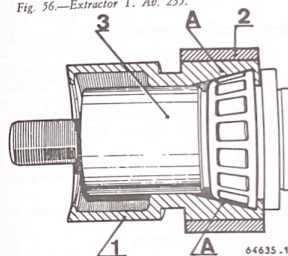

Fig. 57.—Modo de extraer el rodamiento trasero con el útil Rou. 370.
Colocar sobre el eje de la rueda el manguito de centrado (3) (Ver fig. 57).